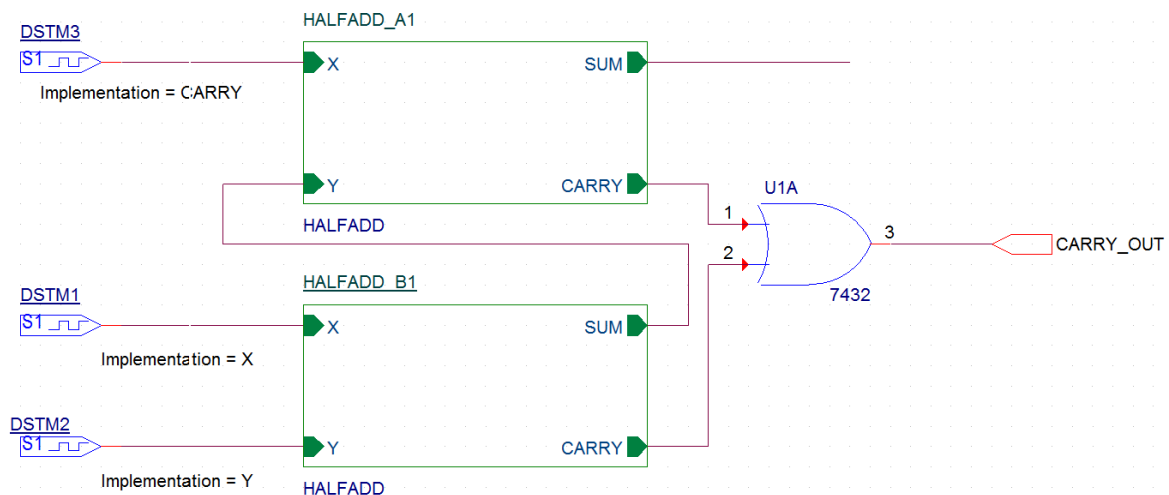

Рис. 18.15. Добавление выходного порта CARRY_OUT
22. Выберите Place Part, чтобы добавить выходной порт CARRY_OUT на выходе логического элемента ИЛИ (рис. 18.15).
- Поместите выходной порт, как показано на рис. 18.15.